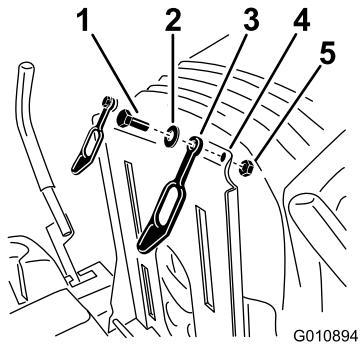

Figure 1
3. Montez la sangle dans le même trou à l'arrière du plateau de siège comme montré à la Figure 1. Utilisez un boulon (5/16 x 1 pouce), une rondelle et un écrou de blocage (5/16 pouce) pour fixer la sangle au plateau du siège. Répétez cette procédure de l'autre côté.